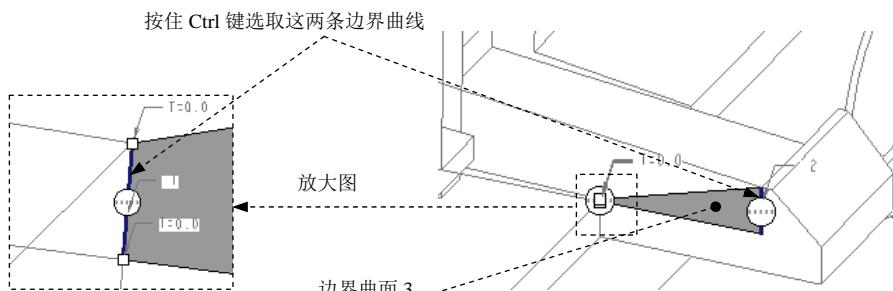

图 20.21 定义边界曲面 3
(2) 单击**分型面**操控板中**编辑**▼区域的**合并**按钮，此时系统弹出“合并”操控板。
(3) 在操控板中单击**选项**按钮，在“选项”界面中选中**相交**单选项。
(4) 在“合并”操控板中单击**√**按钮。
Step12. 创建图 20.21 所示的边界曲面 3。
(1) 单击**模型**功能选项卡中的**切口和曲面**▼按钮，在系统弹出的菜单中依次单击**曲面**▶
(2) 定义边界曲线。按住 Ctrl 键，依次选取图 20.21 所示的两条边界曲线。
(3) 在操控板中单击**√**按钮，完成边界曲面 3 的创建。